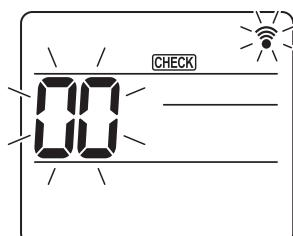
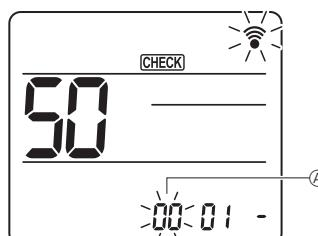
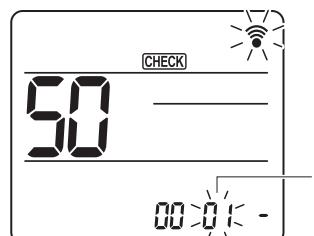
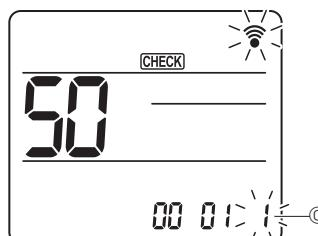

Fig. 7-18
Fig. 7-19
Fig. 7-20
Fig. 7-21
7.4.2. Med trådlös fjärrkontroll (Fig. 7-18, Fig. 7-19, Fig. 7-20, Fig. 7-21)
① Går in på funktionsvalsläge
[CHECK] lyser och "00" blinkar. (Fig. 7-18)
② Ställa in enhetsnummer
Tryck på knappen för att ställa in enhetsnummer ①. (Fig. 7-19)
③ Välj ett läge
Tryck på knappen för att ställa in lägesnummer ②. (Fig. 7-20)
④ Välja inställningsnummer
Använd knappen för att ändra inställningsnummer ③. (Fig. 7-21)